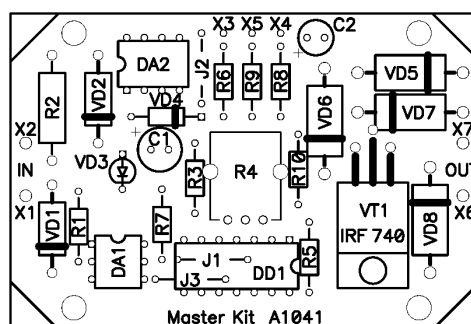

Рис.3 Расположение элементов на печатной плате
- отформуйте выводы компонентов и установите их (способ установки светодиода показан на рисунке 5.) на печатной плате (см рис. 3).